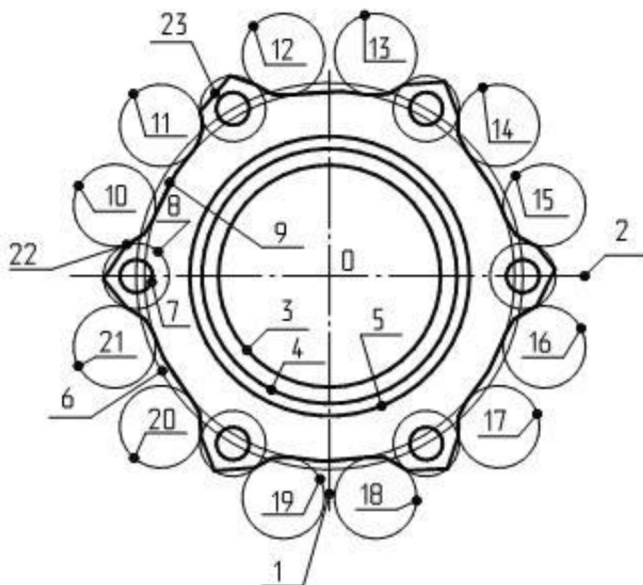

Рис. 22. Построение вида слева
- на рабочем поле экрана справа проведите осевые линии вида слева (точки 1 и 2 см. рис. 22) штрих-пунктирными линиями;